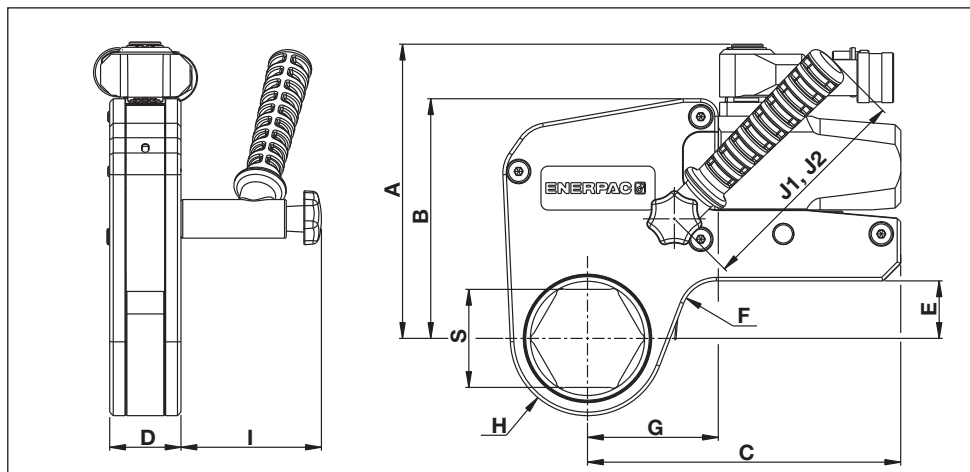

图 22
6.1 扭矩、尺寸和其他产品数据 (图 22)
6.2.1 公制表 - W2000X、W4000X 和 W8000X 系列驱动盒 (尺寸 S、H、G 所代表的位置请参见图 22)